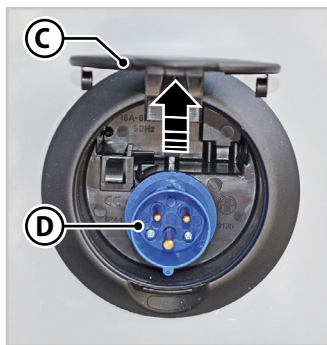

Fig.6.29 - 220 V-eluttag
2. Lyft på locket (**C**-Fig.6.29) på uttaget (**D**-Fig.6.29) placerat på sidan av fordonet.
3. Anslut en extern kabel av lämplig sektion och godkänd typ till uttaget (**D**-Fig.6.29).